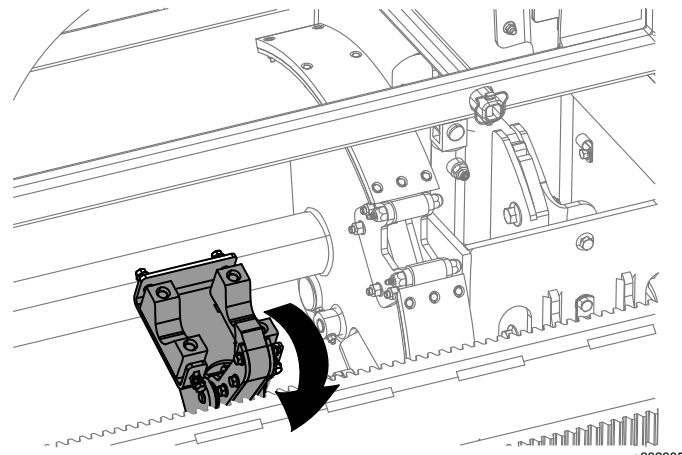
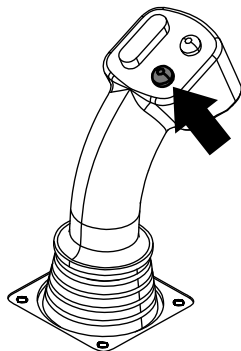

Figure 37
Figure 36
10. Maintenez le bouton inférieur enfoncé sur le levier de commande pour relâcher la tige (Figure 36 et Figure 37), puis relâchez le bouton.